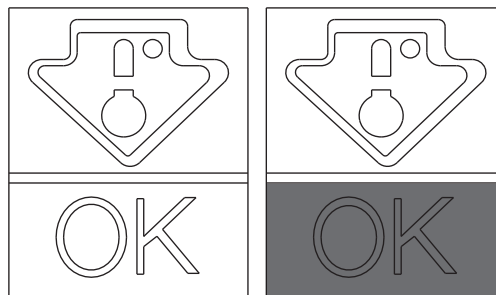

Fig. 5
• Para manter o melhor sabor, nutrientes e frescura dos alimentos, é recomendável armazená-los no compartimento do frigorífico como ilustrado na fig. 5 abaixo, certificando-se que os embalados em alumínio ou folhas de película plástica ou em contentores cobertos apropriados para evitar contaminação cruzada.
Verifique se o indicador de temperatura apresenta claramente a palavra OK (Fig. 5).